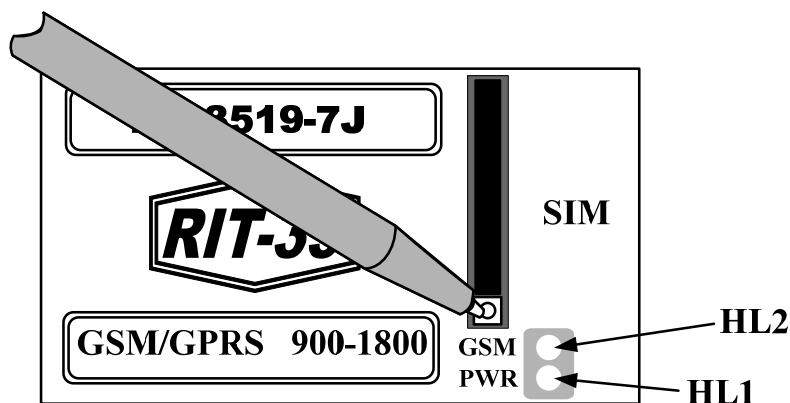

Рисунок 3 – Изъятие держателя SIM карты с помощью авторучки
- Установить SIM карту в модем (**Рисунок 3 и 4**).